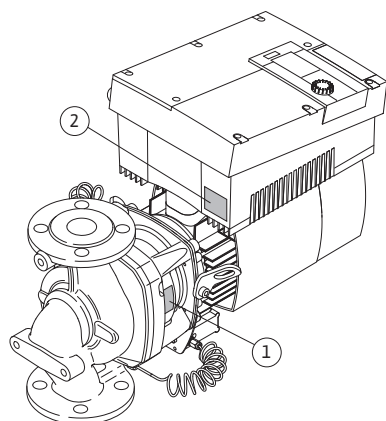

Fig. 11: Typskyltarnas placering:
- På pumptypskylten (Fig. 11, pos. 1) finns serienumret (ser.nr.../...) som t.ex. krävs vid beställning av reservdelar.
- Elektronikmodulens typskylt (elektronikmodul = växelriktare resp. frekvensomvandlare) (Fig. 11, pos. 2) anger den använda elektronikmodulens beteckning.